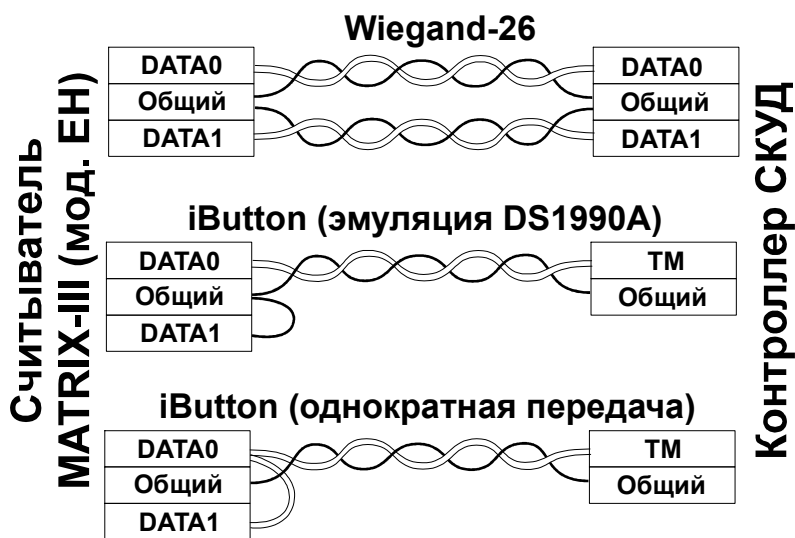

Рис.1 Выбор протокола передачи.
- при подключении по iButton один провод витой пары подключается на GND, второй - на DATA0. В зависимости от режима iButton DATA1 подключается к GND или DATA0 (см. Рис. 1);
- при подключении по Wiegand-26 первая витая пара подключается между GND и DATA0, а вторая витая пара подключается между GND и DATA1 (см. Рис. 1).